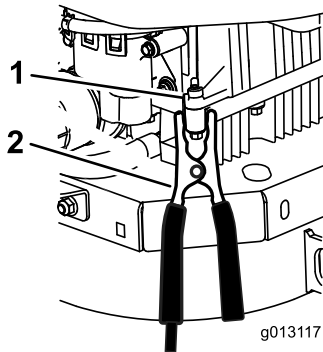

Bild 50
- Stellen Sie die letzte Verbindung am **Motorblock** (nicht am Minuspol) des nicht anspringenden Fahrzeugs, von der Batterie entfernt, her und treten Sie zurück (Bild 50).